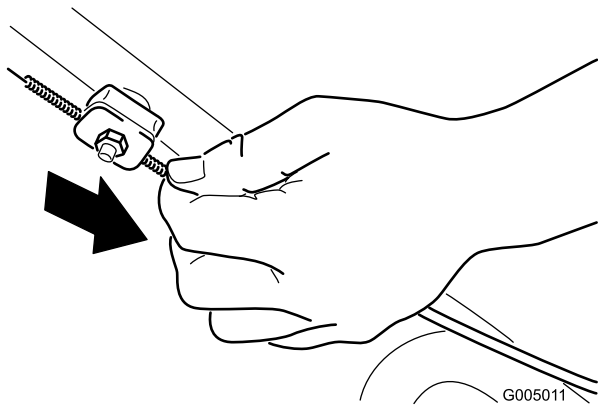

Figure 37
2. Tirez la gaine du câble vers le bas (vers la tondeuse) jusqu'à ce qu'il n'y ait plus de mou dans le câble (Figure 37).